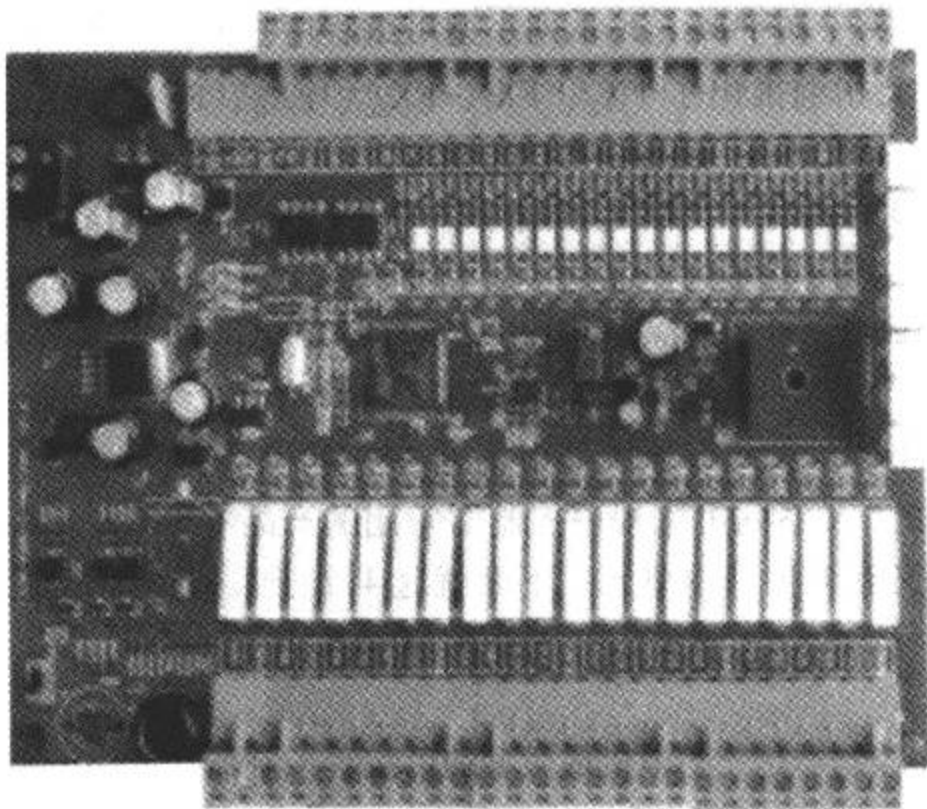

图 1-4 板式 PLC
4) 板式 板式 PLC 的结构、功能和特点与整体式 PLC 的结构类似。也是把电源、CPU、存储器、I/O 系统都安装在同一块印制电路板上,但省去了外壳,元器件直接裸露在外面。与其他三种相比,板式 PLC 最显著的特点是成本低、价格便宜。图 1-4 就是一款板式结构的 PLC。